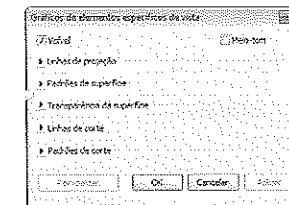

Figura 7.86 – Características por elemento.
- **Por elemento:** modifica a visibilidade **somente** para o elemento seleccionado na vista ativa. Marcando essa opção, surge a janela de diálogo da Figura 7.86, na qual é possível alterar as características das linhas e hachuras para o **elemento** seleccionado.